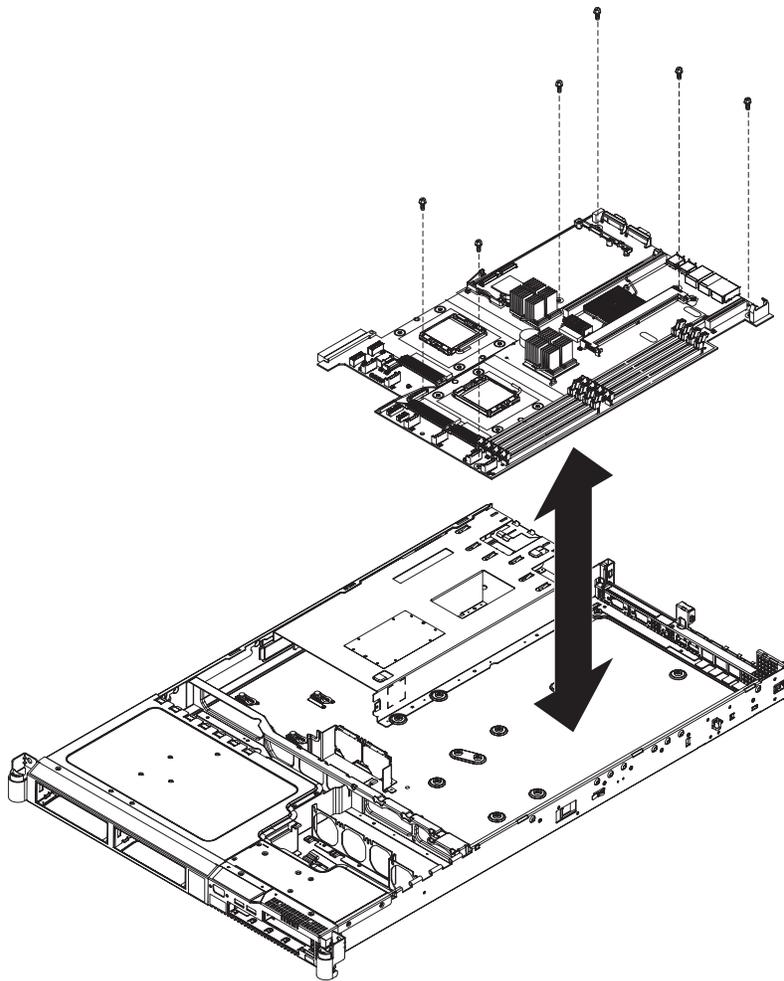

図278. SAN ボリューム・コントローラー 2145-8G4 システム・ボードを固定するねじの配置
19. システム・ボードをシャーシに固定しているシステム・ボード上の 6 個のねじを取り外します (336 ページの図 278 を参照)。